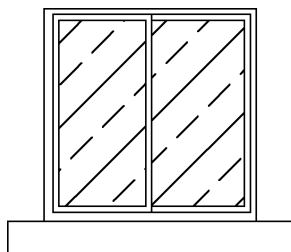

图 6-9 编辑窗立面
2) 在“参照编辑”对话框中选择要编辑的图块“窗立面”，单击“确定”按钮，程序将会返回到绘图窗口，并且只显示当前所选择的图块，如图 6-9 所示。